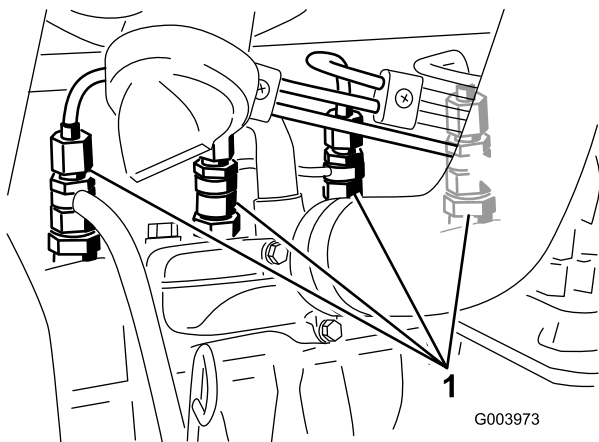

Bild 60
1. Lockern Sie den Rohranschluss an der ersten Düse und am Halter (Bild 60).